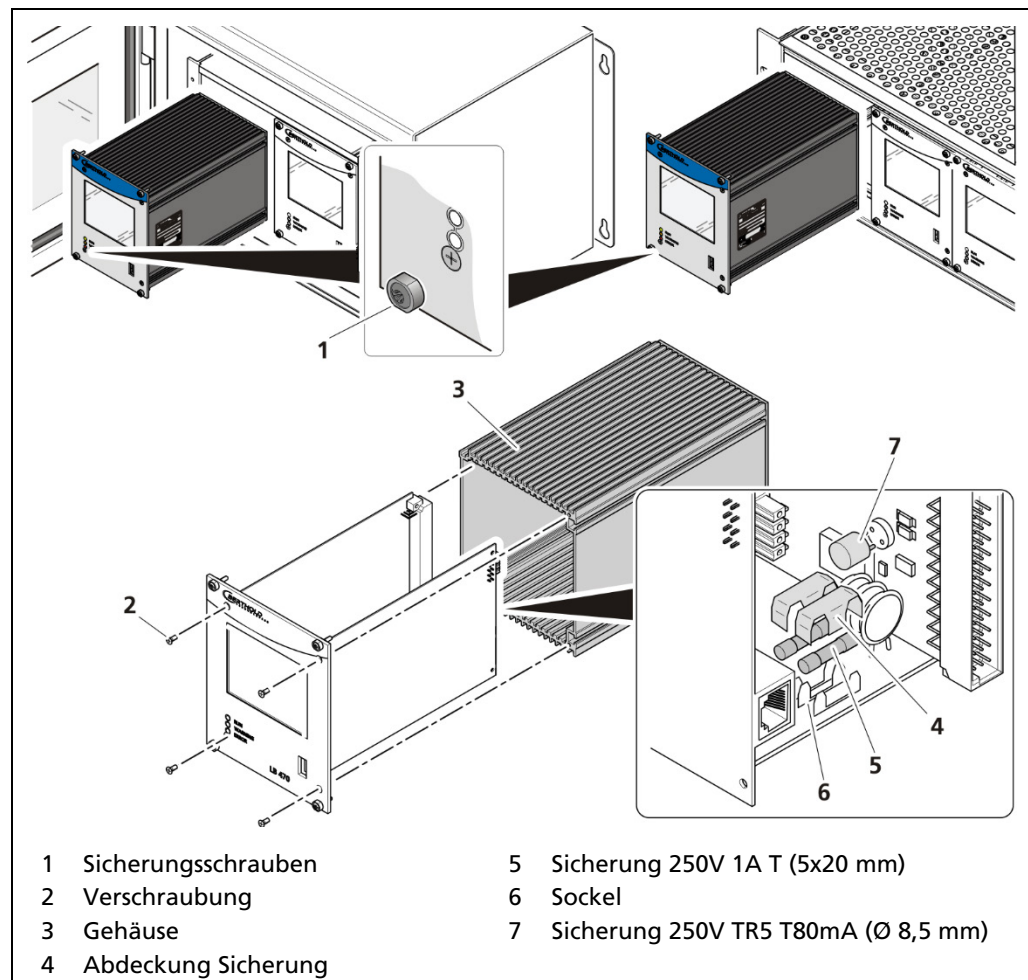

Abb. 114 Austausch Sicherungen Master-AWE
2. Der USB-Speicher wird nach einigen Sekunden vom System erkannt und die Schaltfläche <Start von Export> (Abb. 114, Pos. 1) kann angeklickt werden.
3. Klicken Sie auf die Schaltfläche <Start von Export> (Abb. 114, Pos. 1).
- ▶ Das Prozessfenster (Abb. 114, Pos. 2) öffnet sich und der Export wird durchgeführt.
- ▶ Nach erfolgreichem Export wird ein Bestätigungsfenster (Abb. 114, Pos. 3) angezeigt. Beim Exportieren wird ein neuer Ordner „LB47x_Export“ erstellt.